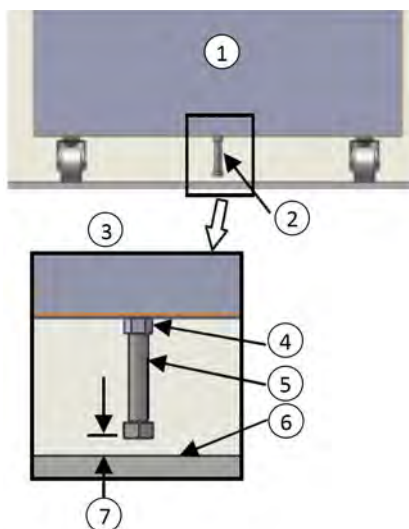

Figure 2. Emplacement du boulon
- Desserrez le boulon de 1/2 po jusqu'à ce qu'il y ait un dégagement de 1/2 po (1,2 cm) entre le sol et la tête du boulon, comme montré à la *Figure 2* ci-dessous.